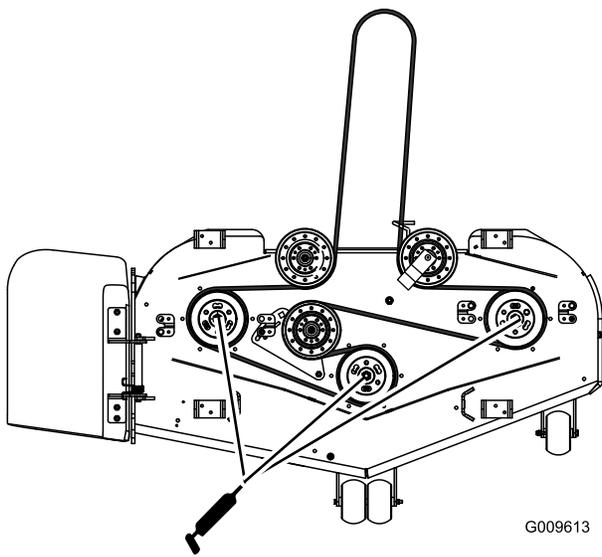

Figure 36
3. Lubrifiez les graisseurs des roulements des 3 axes (Figure 36).